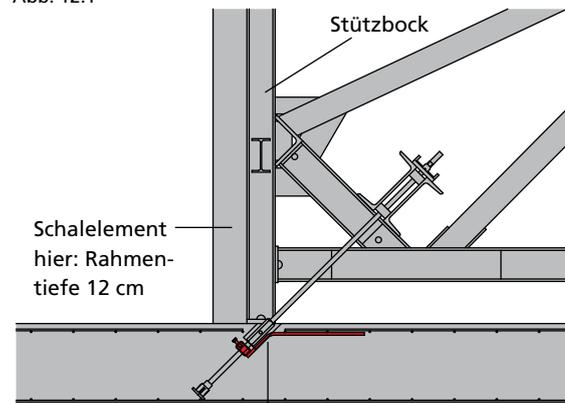
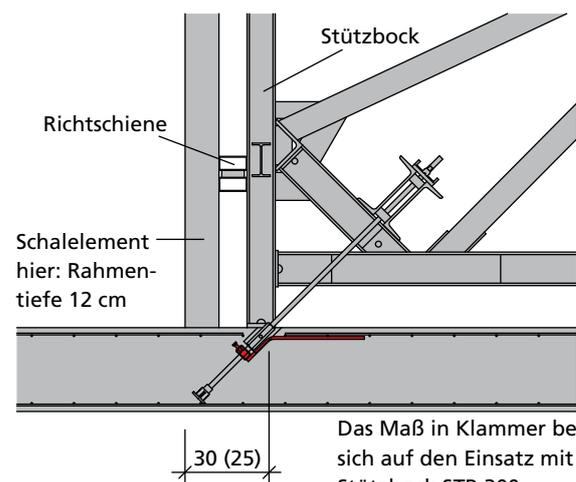

Abb. 12.2
Abb. 12.3
- Beim Stützbock STB 450 = 20 cm (Abb. 12.2) und 30 cm mit zusätzlichen Richtschienen (Abb. 12.3) und